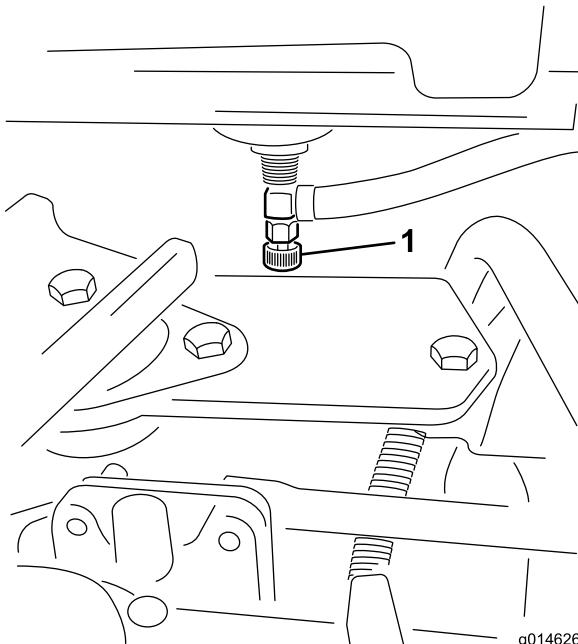

Figura 44
1. Chiudete la valvola di intercettazione del carburante (Figura 44) sotto il serbatoio del carburante.